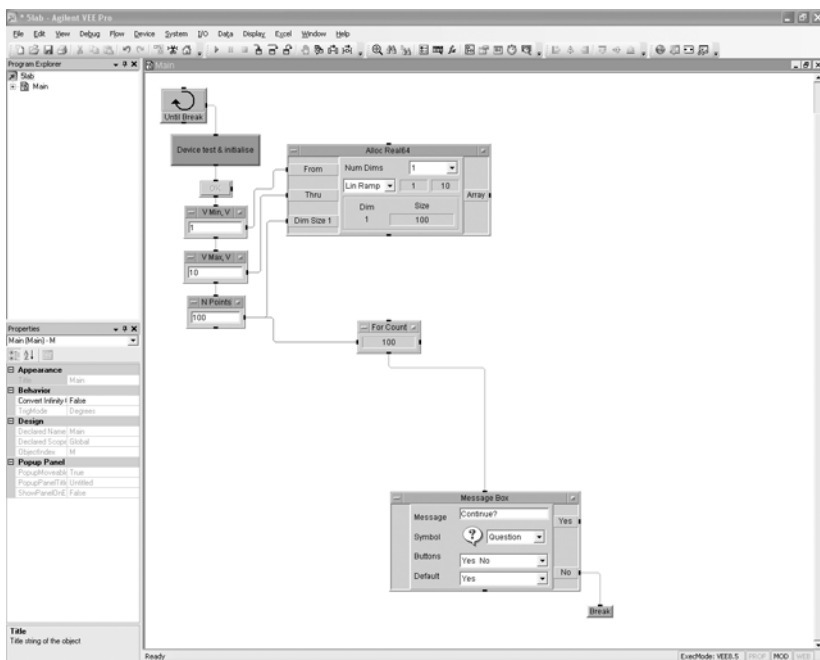

Рис. 5.3
3. Используя материал работы №3 или собственную программу, создать в основном окне часть программы, которая будет задавать массив, равномерно заполненный значениями напряжения от минимального до максимального, использовать цикл For Count с задаваемым количеством точек и позволять выбирать в конце программы – завершить ее или продолжить работу. Включить в нее ранее созданный объект проверки устройства самым первым элементом внутри цикла Until Break (рис. 5.3).